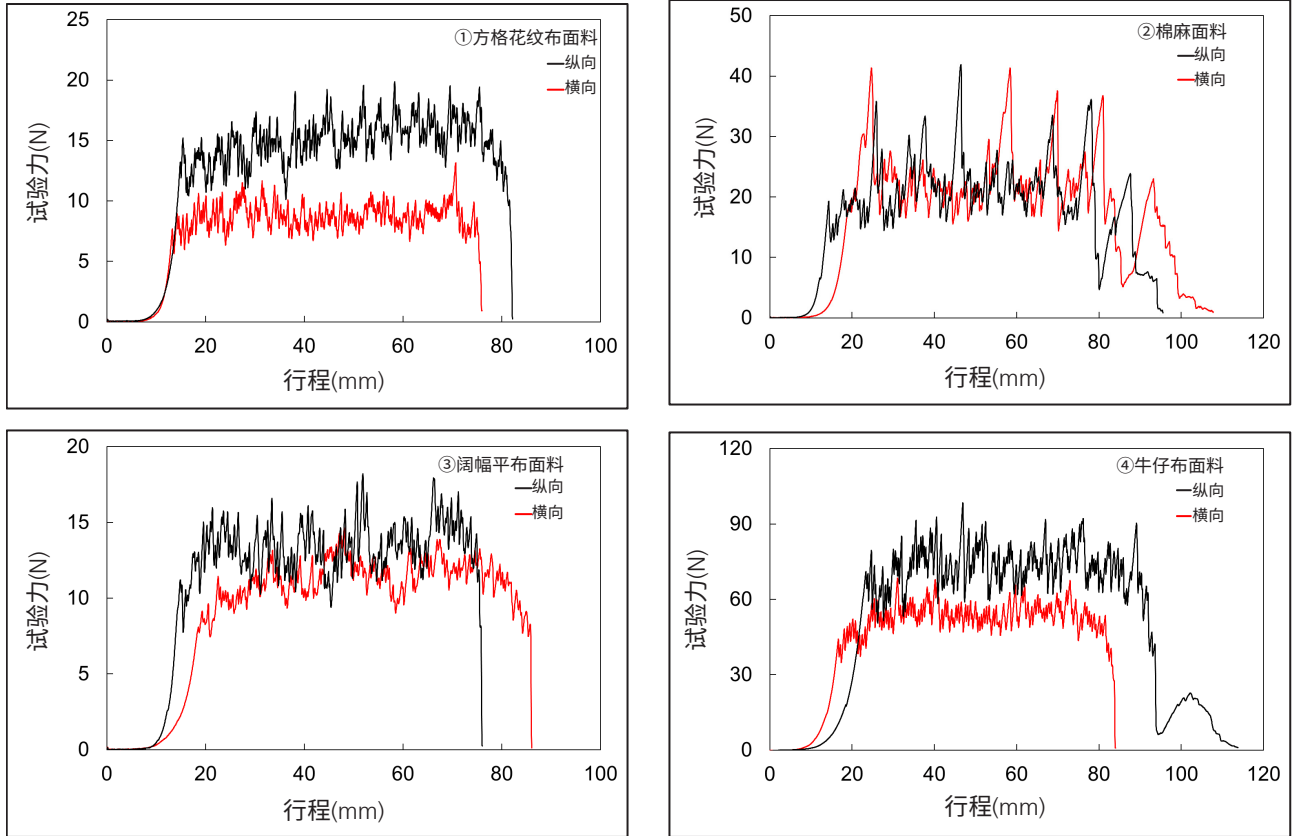
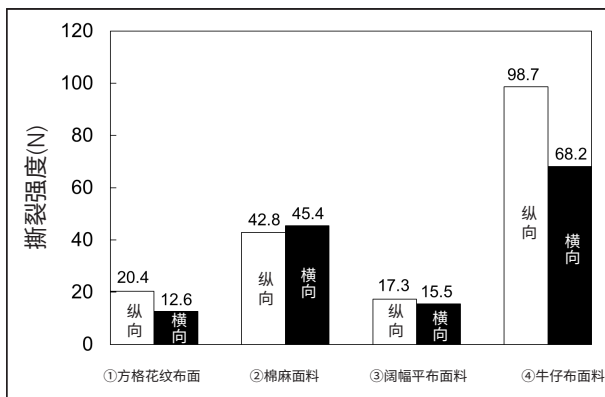

图 3 试验结果
图 4 试验结果的总结 (n=3 的平均值)
试验结果的示例如图 3 所示。纵向求出经纬纱撕裂强度，横向求出经纱的撕裂强度。在本次试验中，所有试样的夹持状态良好，顺利完成了试验。试验结果的总结如图 4 所示。本次试验中，①、③、④试样的纵向和横向撕裂强度发现较大的差异，而②试样的方向撕裂强度差异很小。